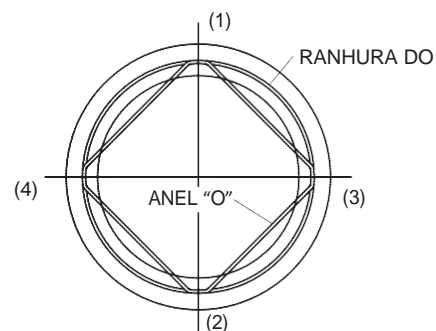

FIGURA 1
a. Empurre o anel "O" dentro da ranhura, seguindo os passos da sequência (4) mostrados na Figura 1.